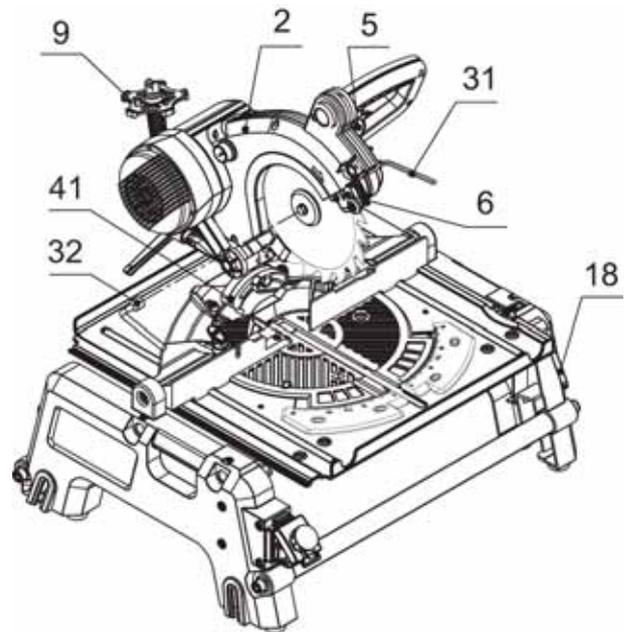

Рис. 6.
Поворот стола 17 выполняется следующим образом (*рис. 6*):
Перед заменой пильного диска всегда располагайте пилу в положении торцовочно-усорезной пилы (рис. 6).
- Установите 6-ти миллиметровый шестигранный ключ 31 во внутренний шестигранник шпиндельного вала, просунув его в отверстие на кожухе ремня (рис. 6, 7), а накидной гаечный ключ 32 на болт крепления пильного диска.